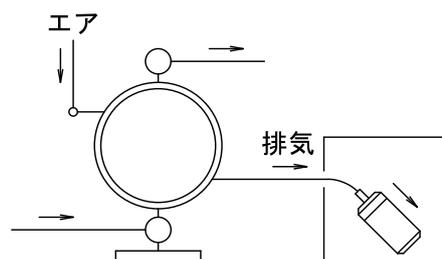

Fig3.2
- *排気は液体中ではなく外部に開放してください。方法は後述の「<NOTE>外部排気の方法」の Fig.3.2 を参照してください。